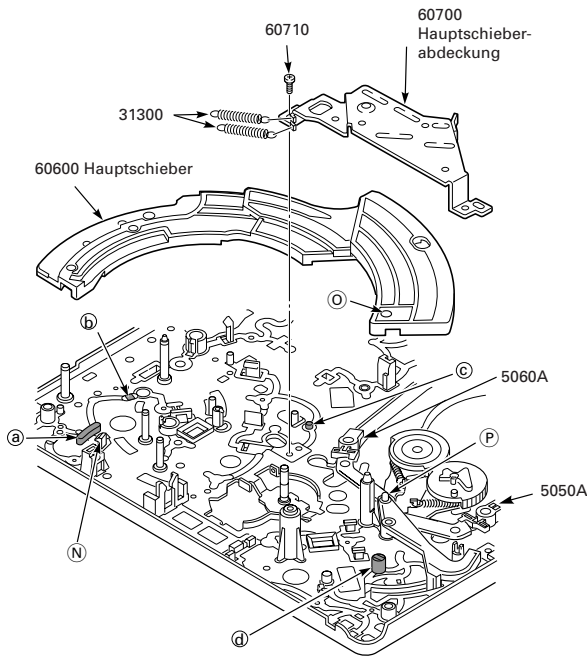
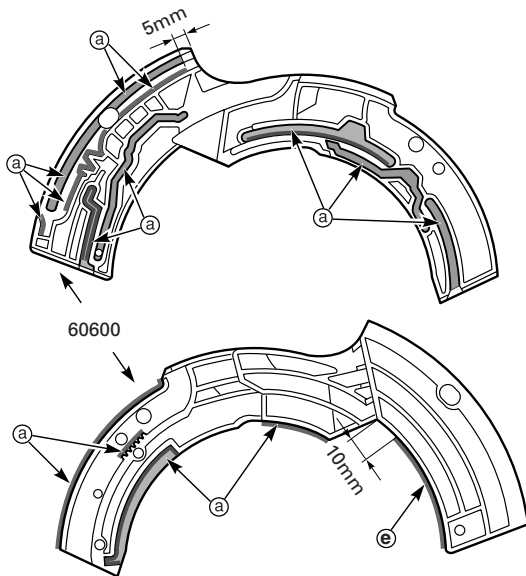

Fig. 8.23
Fig. 8.24
- Schraube (60710) herausdrehen und Hauptschieberabdeckung (60700) entnehmen (Fig. 8.23).
- Rasthaken (N) ausrasten und Hauptschieber (60600) herausnehmen (Fig. 8.23).
**Hinweis:** Vor dem Einbau des Hauptschiebers (60600) müssen die Fädelschlitten (5050A und 5060A) in die **Eject**-Position gebracht werden (Fig. 8.23). Beim Einbau die rechte Seite des Hauptschiebers (60600) etwas anheben, zuerst linke Seite in den Rasthaken (N) schieben und das Loch (O) nach dem Stift (P) des Bandzugfühler-Steuerhebels (40400) ausrichten.
- Verwenden Sie zum Schmieren des Hauptschiebers (60600) ausschließlich das Schmiermittel **75988 061 7800** für die Schmierstellen (a), (b), (c), (d) in Fig. 8.23 und (a) in Fig. 8.24. Für die Schmierstelle (e) in Fig. 8.24 verwenden Sie das Schmiermittel **75988 061 8000**.